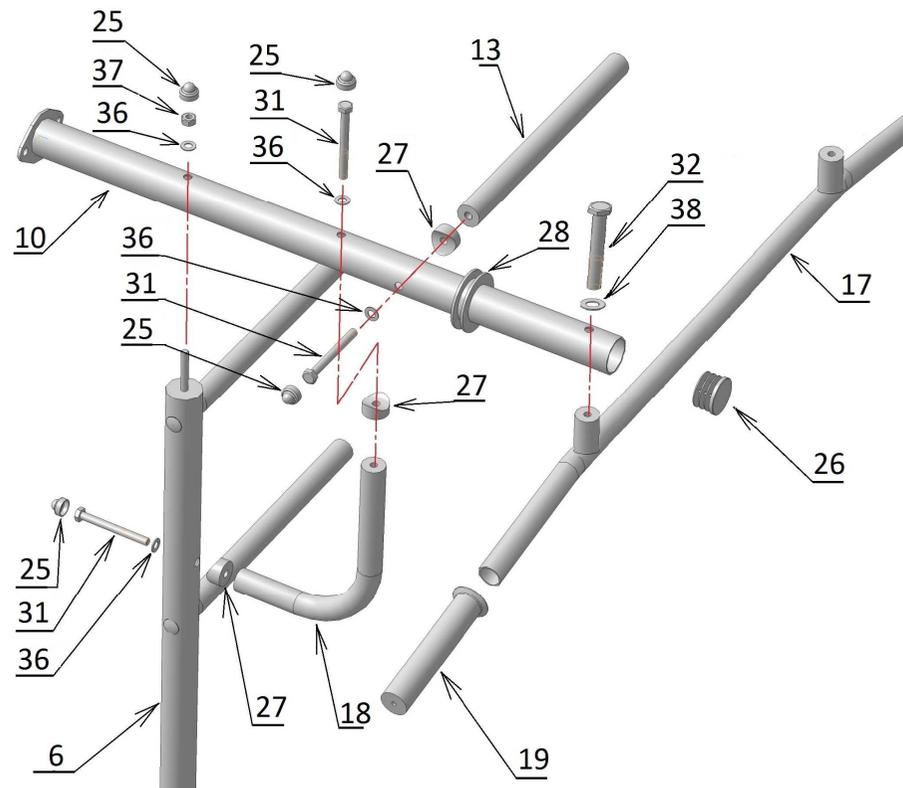
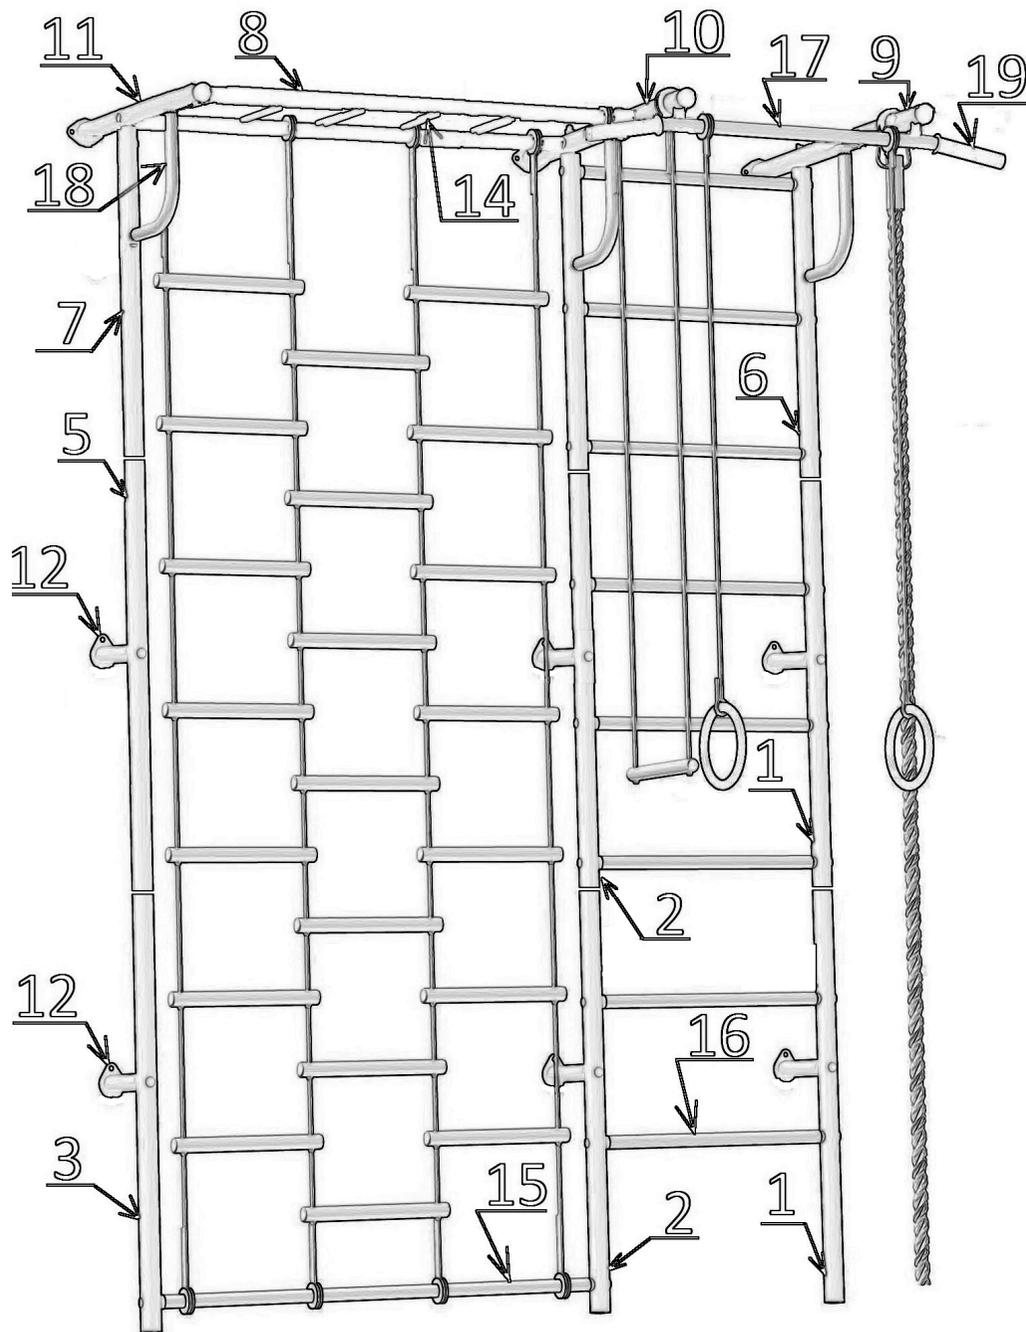
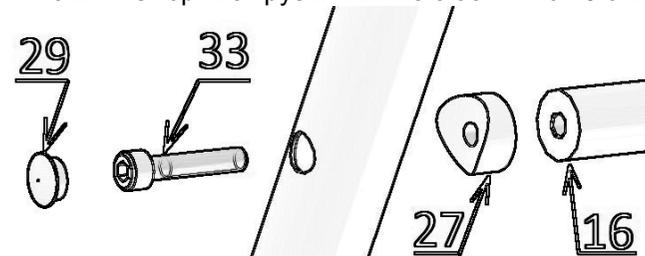
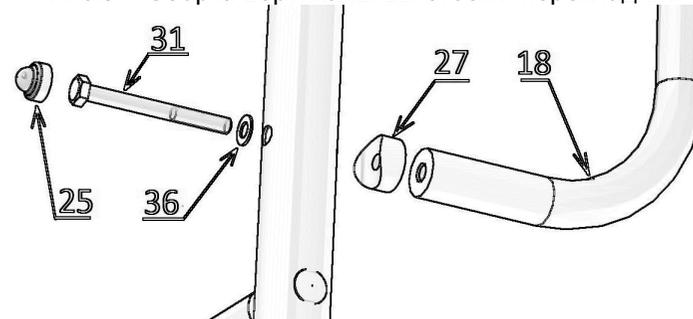

Рис. 6 – Сборка верхней рамы.
Рис.5 – Основные детали КОМПЛЕКСА
Рис.3 – Сборка вертикальных стоек и перекладин.
Рис.4 – Крепление усиления к верхним стойкам.
Устройство КОМПЛЕКСА см. на Рис.3, Рис.4, Рис. 5, Рис. 6.
6.4. Соедините трубы опорные с перекладинами (16) через вставки фигурные (27) при помощи винтов М8х25 (33) и затяните винты шестигранным ключом (35) см. рис. 3. Затяжку необходимо производить при условии, что шведская лестница лежит на ровной плоскости (например на полу).
6.6. Соедините трубы опорные верхние (6) с Г-образными усилениями (18) при помощи болтов М8х60 (31) и вставок фигурных (27) см. рис. 4.
6.7. Соберите стойки верхние с фланцем (9, 10) с перекладиной (13) при помощи болтов М8х60 (31) и вставок фигурных (27), предварительно установив ролики ф38 (28) для трапеции и канат с роликом (см. рис. 6).
6.8. Установите турник (17) с навесным оборудованием на стойки верхние с фланцем (9, 10), используйте болты М12х55 (32) и шайбы ф 12 (38). Наденьте ручку-чехол (19) на турник (см. рис. 6).
6.10. При помощи болтов М8х60 (31) соедините стойки верхние с фланцем (9, 10) через вставки фигурные (27) с Г-образными усилениями (18) см. рис. 6. Затяните все болты и гайки.
6.19. Соедините трубу опорную верхнюю (7) с Г-образным усилением (18) при помощи болтов М8х60 (31) и вставки фигурной (27) см. рис. 4. Установите на трубу (7) с Г-образным усилением, стойку (11) через вставку фигурную (27) при помощи болтов М8х60 (31). Соедините трубу (7 и 3) со стойкой с фланцем (12), используя вставку фигурную (27), винт с внутренним шестигранником М8х25 (33).